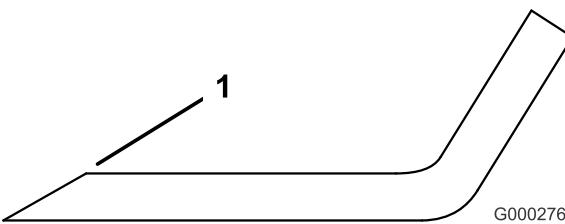

Figure 88
1. Au moyen d'une lime, aiguissez les tranchants aux deux extrémités de la lame (Figure 88).